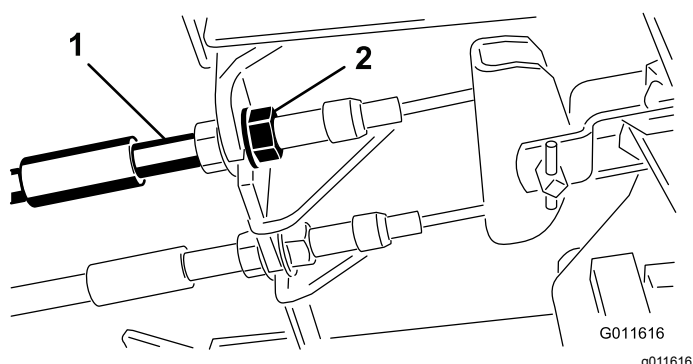

Figura 46
1. Para reduzir a folga dos pedais dos travões, aperte os travões desapertando a porca dianteira que se encontra na extremidade roscada do cabo dos travões (Figura 46).